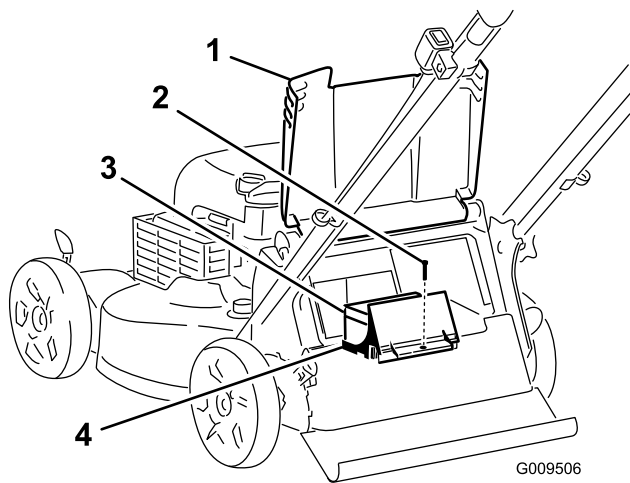

Bild 27
1. Heben Sie das hintere Ablenkblech an und finden Sie das Batteriefach (Bild 27).